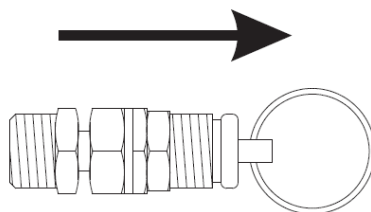

Abb. 7: Zugring am Überdruckventil
- ◆ Ziehen Sie vorsichtig den Zugring (Abb. 7:)